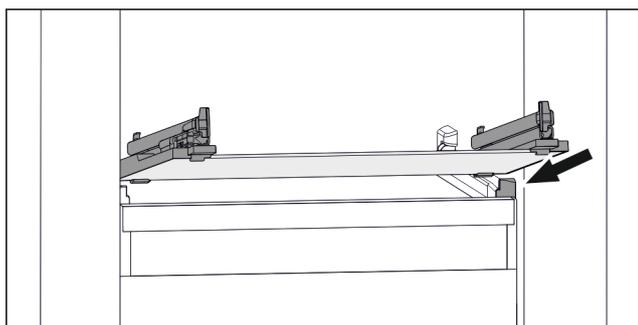

Fig. 109 Rappresentazione esemplificativa del ripiano in vetro
- ▶ Applicare il ripiano in vetro obliquamente dietro i fermi. (vedere Fig. 109)